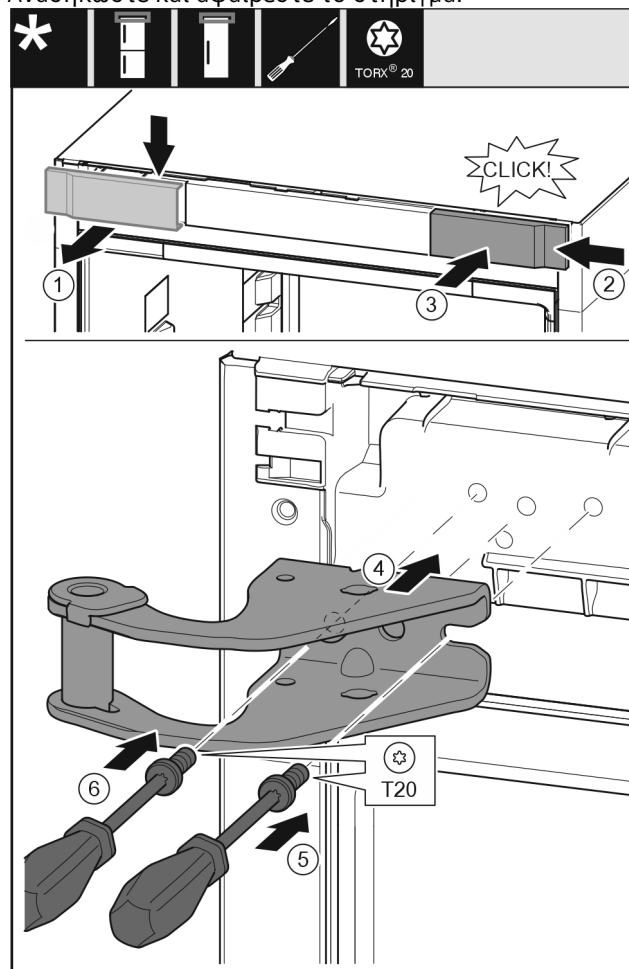

Fig. 11
- ▶ Αφαιρέστε το κάλυμμα Fig. 11 (1) από επάνω προς τα εμπρός.
- ▶ Αναρτήστε το κάλυμμα Fig. 11 (2) περιστρέφοντας το κατά 180° στην άλλη πλευρά από δεξιά.
- ▶ Κουμπώστε το κάλυμμα Fig. 11 (3).
- ▶ Τοποθετήστε το επάνω στηρίγμα Fig. 11 (4).
- ▶ Τοποθετήστε και σφίξτε τη βίδα Fig. 11 (5) με κατσαβίδι και σφίξτε τη.
- ▶ Τοποθετήστε και σφίξτε τη βίδα Fig. 11 (6) με κατσαβίδι και σφίξτε τη.